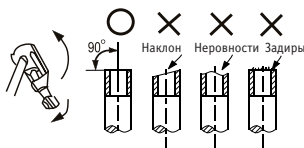

Рис. 7-1
- Разрежьте трубу с помощью трубореза. (См. Рис. 7-1)